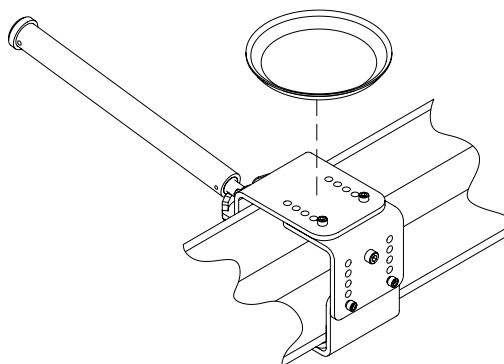

Figure 6 : Le placement de l'outil magnétique Plateau
7. Placez le magnétique Plateau à outils sur le dessus de la plaque avant pour convenant petit stockage de partie. (voir figure 6)